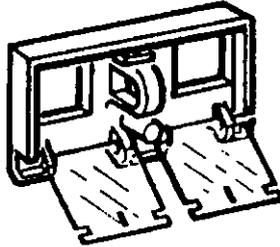

FIGURA 2.19. Enclavamiento de botones VBP.
**Enclavamiento de los botones pulsadores VBP**.- Es un dispositivo mecánico que consta de dos cubiertas transparentes, una para el botón de cerrado y otra para el botón de abierto que permite el enclavamiento mediante un candado. Este enclavamiento VBP se ve en la figura 2.19.